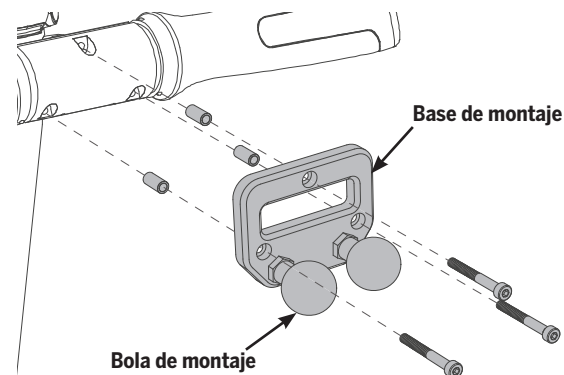

Ilustración 16: Instalación de la base de montaje para accesorios del manillar
4. Instale la base de montaje en el manillar utilizando tres fijaciones de 35 mm y tres separadores, tal y como se muestra en la **Ilustración 16**. Apriete las fijaciones a **11,0 N-m (8,1 pies-lbf)**.